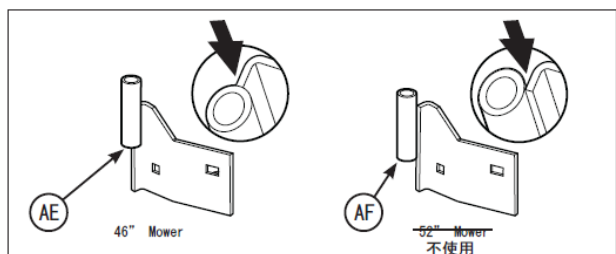

図 9
1. 46"モア用の正しいピボットブラケットを選んでください。図9参照。